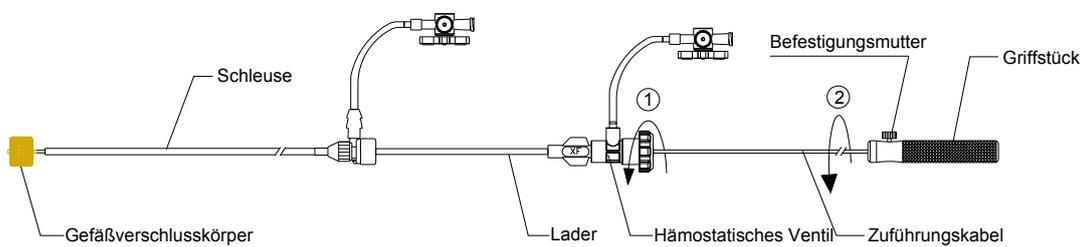

Abbildung 16 Lösen des hämostatischen Ventils gemäß ①;
- Wenn die Geräteposition zufriedenstellend ist, lösen Sie das hämostatische Ventil und geben Sie das Gerät frei, indem Sie das Zuführungskabel gegen den Uhrzeigersinn drehen. (Gemäß **Abbildung 16**).